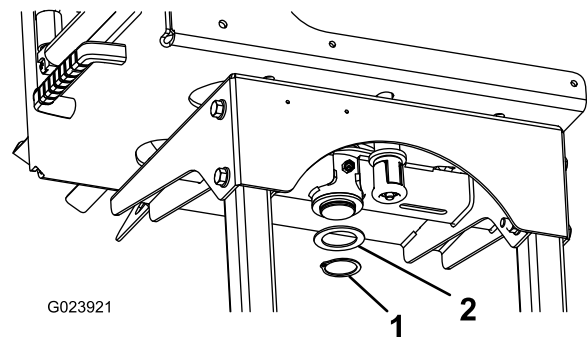

図5
4. ホースリールフレームの下側で、スイベルプレートの柱にスラストワッシャとスナップリングを取り付ける図5。